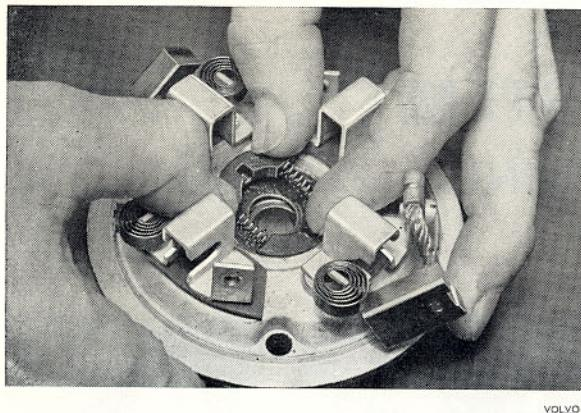

Bild 97. Montering av rotorbroms
1. Montera rotorbronsen i bakre lagerskölden, se bild 97, samt ledningen mellan plusborstarerna.